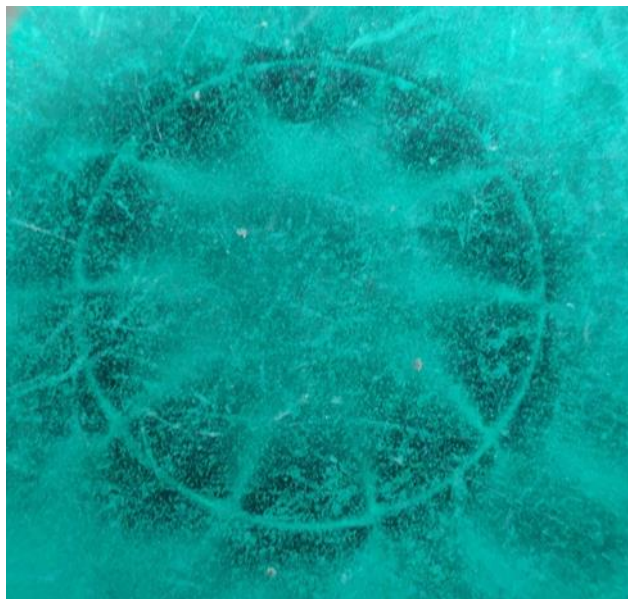

图 3-1 磁显纸下的转子磁钢
1. 极对数 Pole_Pairs: 电机的极对数是相对于转子来说的，转子磁钢的一个 N 极加一个 S 极为一对极。转子的极对极就是指磁钢的 N 极个数(或者 S 极个数)。极对数最直观测量方法是使用磁性显示纸，如图 3-1 所示。在下图中明显可以观察到有 10 个磁极，则此转子磁钢为 5 对极；